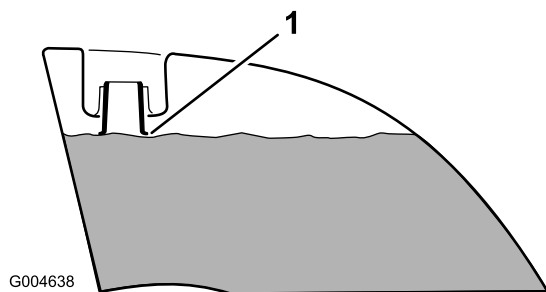

Bild 9
4. Füllen Sie beide Kraftstofftanks auf, bis der Stand an der Unterkante des Einfüllstutzens liegt (Bild 9). Überfüllen Sie die Kraftstofftanks nicht.